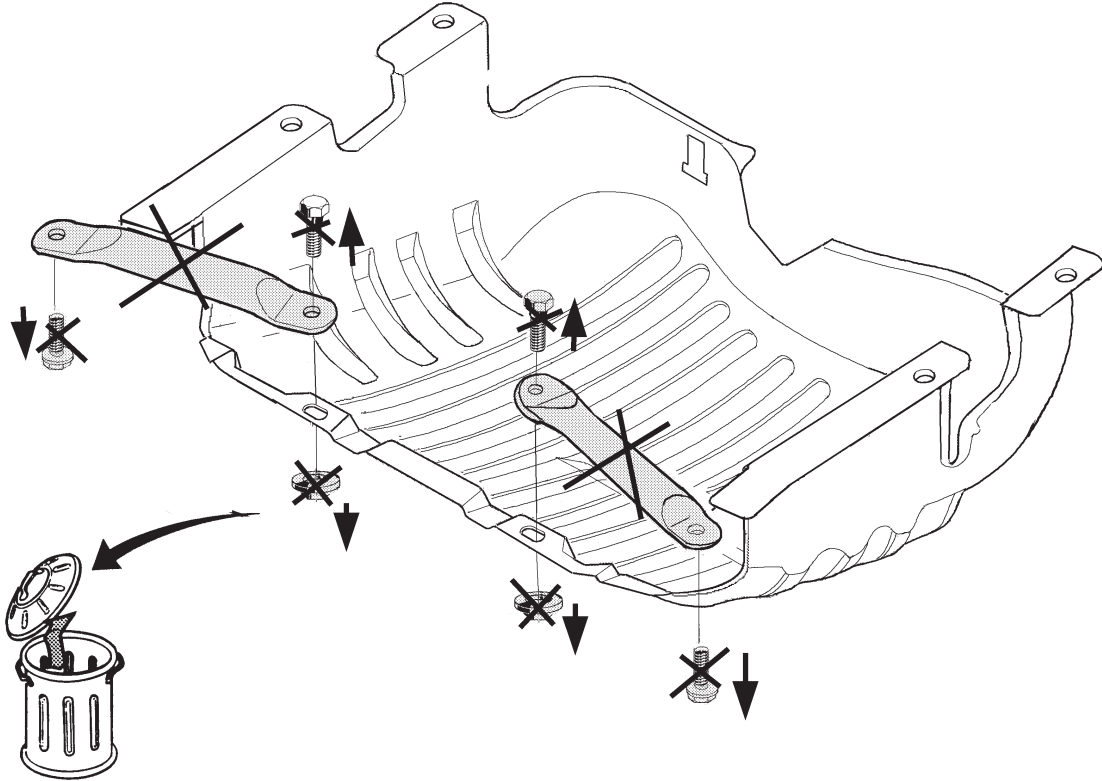
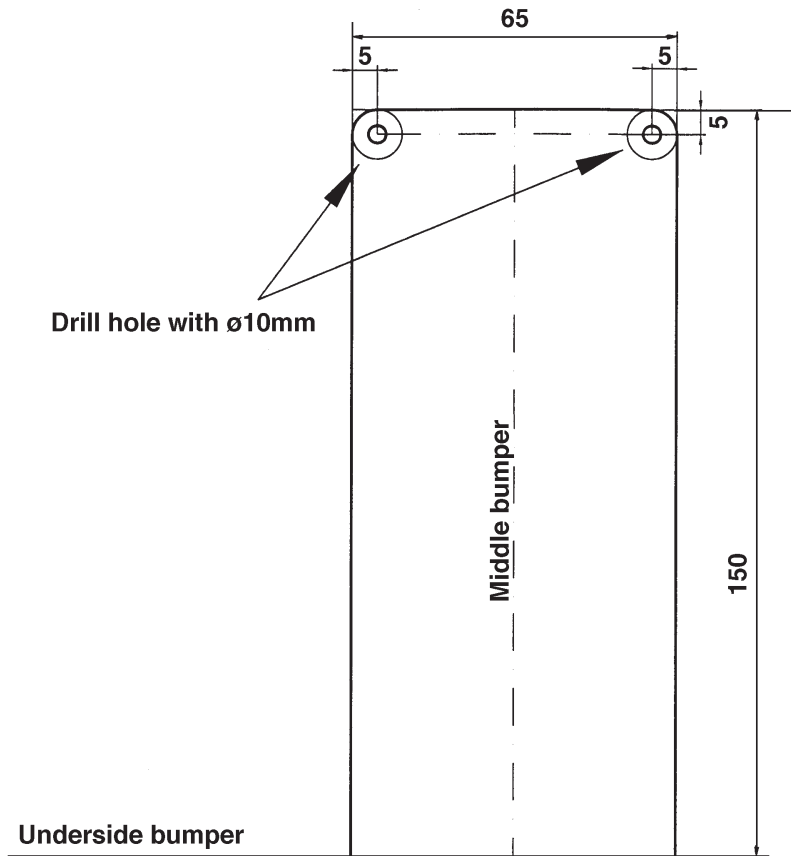

Fig. 1
Fig. 2
1. Afmonter slæbeøjlet og de øvrige to bolte på det venstre chassis. Afmonter de tre bolte ved det højre chassis. Afmonter, hvis de er monteret, støtterne jf. fig. 1. De afmonterede støtter bortfalder. Sav på undersiden i midten af kofangeren et stykke af jf. fig. 2.
1. Retirar el anillo de enganche y los demás dos tornillos del chasis izquierdo. Retirar los tres tornillos a la altura del chasis derecho. Retirar –si montados- los pequeños soportes como indicado en la fig. 1. Los soportes retirados quedan anulados. Serrar una parte del lado inferior del centro del parachoques como indicado en la fig. 2.
1. Rimuovere l'anello di traino ed i restanti due bulloni dalla parte sinistra del telaio. Rimuovere i tre bulloni presenti nella parte destra del telaio. Rimuovere, se montati, i sostegni, come indicato in fig. 1. I sostegni rimossi non dovranno essere rimontati. Segare via dal centro del paraurti, nella zona inferiore, la parte indicata in fig. 2.